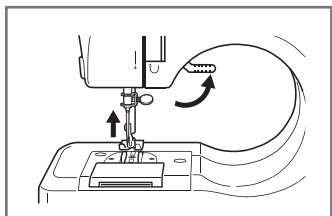

Рис.26
7.15.2 Поднимите рычаг подъема лапки и установите специальную лапку для выполнения петли для пуговицы (Рис.26).